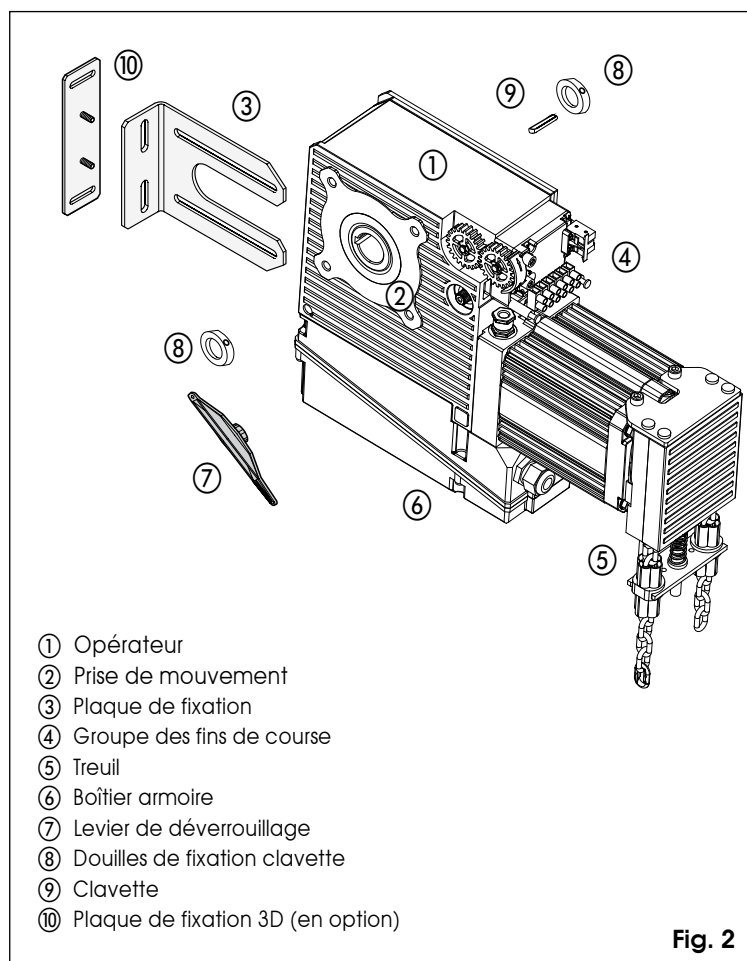

Fig. 2
- Enfiler dans l'arbre la première douille de fixation de la clavette et la clavette même (voir fig. 2 réf. 8 et 9).